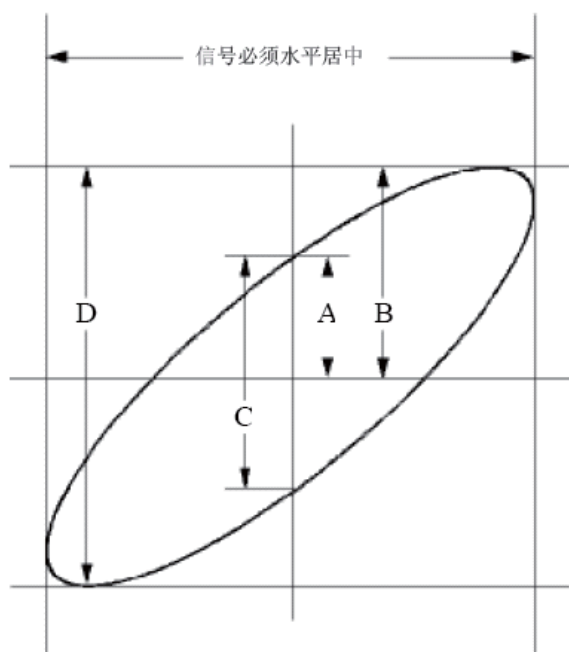

图 9-6: 李沙育 (Lissajous) 图形
- (8) 调整 **垂直档位**、**垂直位移** 旋钮使波形达到最佳效果。
(9) 应用椭圆示波图形法观测并计算出相位差。见图 9-6。